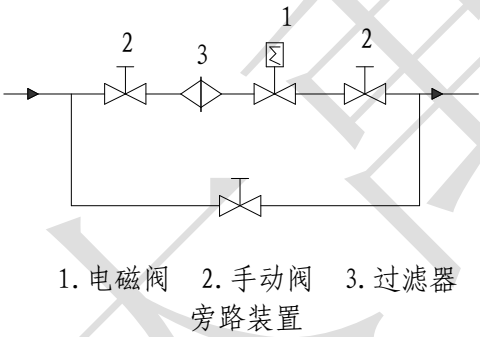
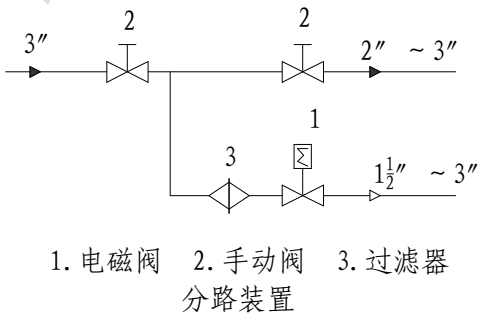

图 2
图 3
- 4、在电磁阀发生故障时，为了及时隔离电磁阀，并保证系统正常运行，最好安装旁路装置。如图 2 当电磁阀安装在支路时，电磁阀的口径应比主管道的阀门口径小，如图 3 分路安装。注意：支路上的阀平时须关闭。